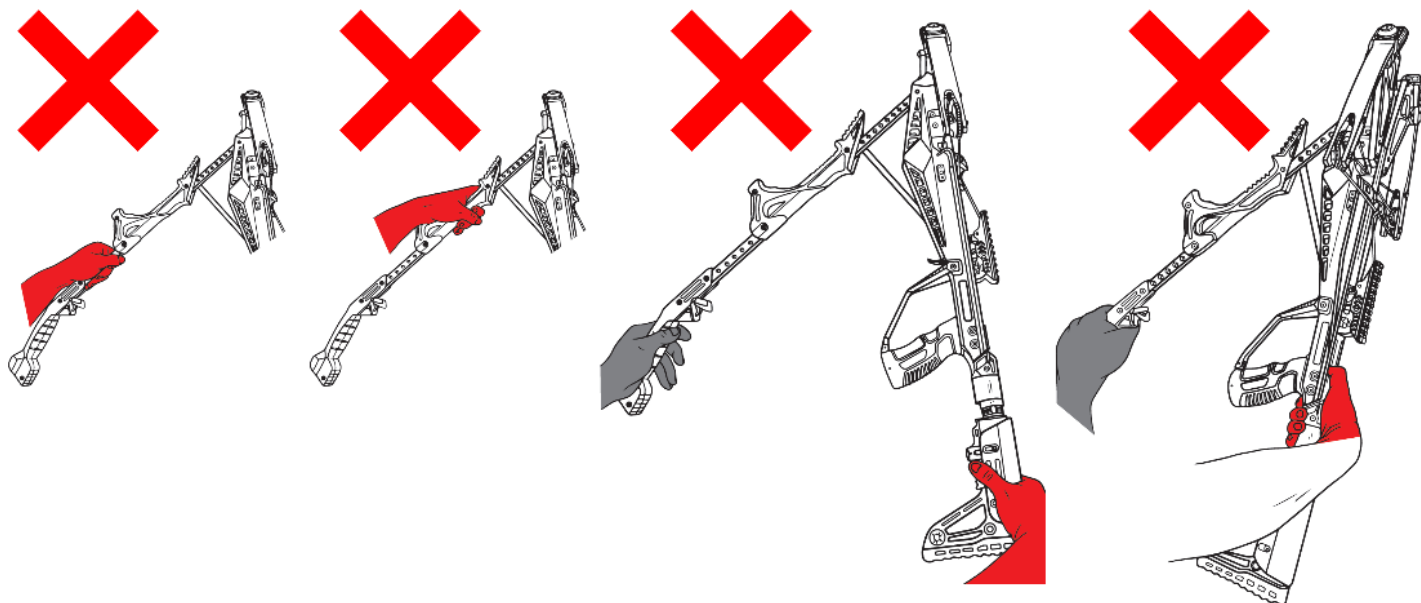

Рис.14
- Запрещается тянуть рычаг за цевье или другие его части! (Рис.14)
- Запрещается удерживать арбалет за приклад или за паз, в котором движется спусковой механизм! (Рис.14)